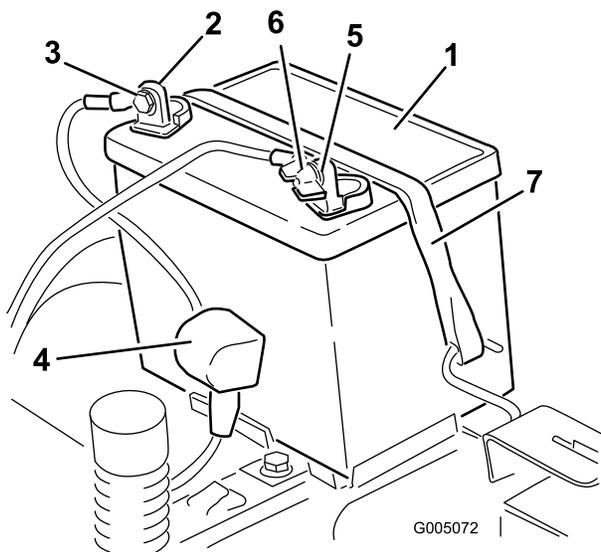

Figura 37
4. Desligue o cabo negativo (preto) do pólo da bateria (Figura 37).
6. Desligue o cabo positivo (vermelho) do pólo da bateria (Figura 37).
7. Retire o suporte da bateria (Figura 37) e levante a bateria para a retirar da respetiva plataforma.
1. Posicione a bateria no tabuleiro (Figura 37).
5. Penda a bateria ao suporte (Figura 37).